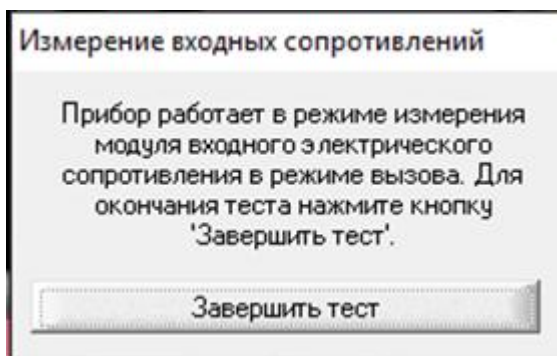

Рисунок 10
- щёлкнуть по кнопке **Входные сопротивления**: открывается список, из которого надо последовательно выбрать **Модуль входного электрического сопротивления** и **Режим вызова**, откроется окно **Измерение входных сопротивлений** (рисунок 10) с кнопкой **Завершить тест**;